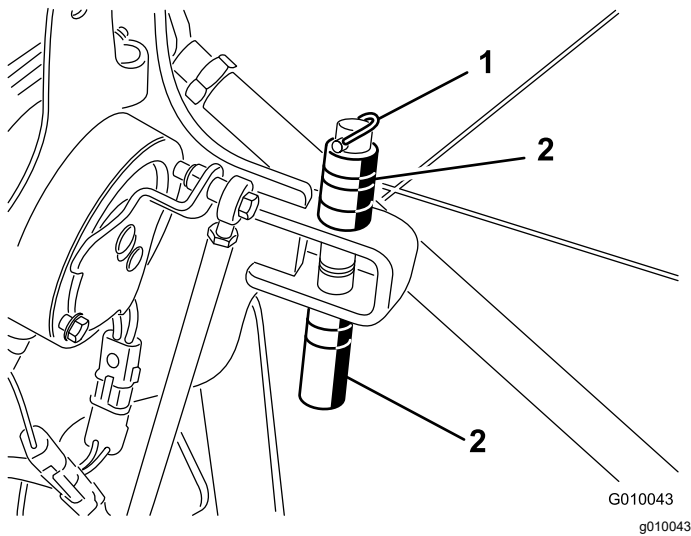

Figura 20
2. Retire o pino de sujeição que segura os espaçadores e os pinos de profundidade (Figura 20).